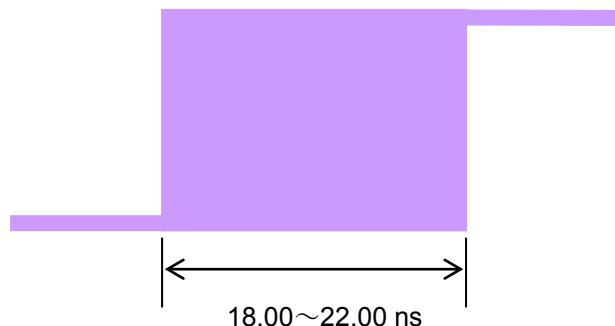

図6.3.5-2 サンプリングオシロスコープで測定された波形例
4. 波形に立ち上がりまたは立ち下がりをサンプリングオシロスコープの Center に合わせ、スパンを 5 ns/Div にします。10 s 重ね描きし測定された波形の位相偏移量が図 6.3.5-2に示す範囲に収まっていることを確認してください。